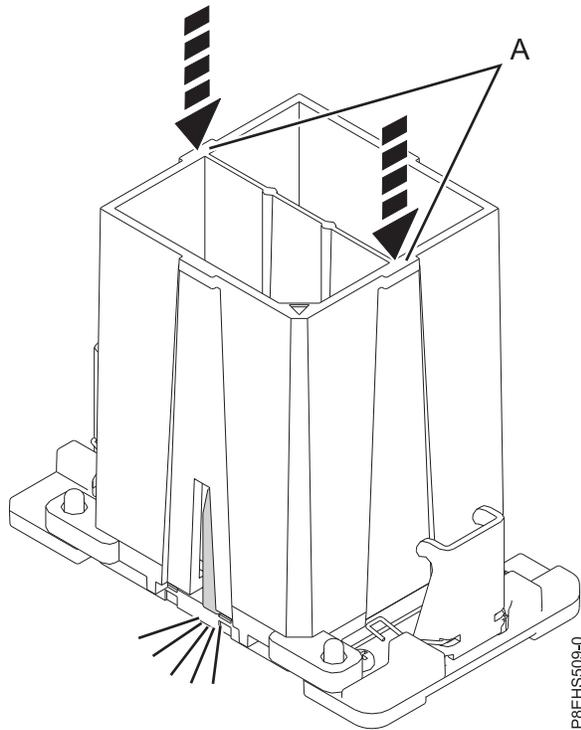

Figura 75. Bloqueo del módulo del procesador del sistema en la herramienta
- c. Con la herramienta de extracción (A) apoyada en la parte superior del módulo del procesador del sistema, empuje la herramienta para bloquear el módulo del procesador del sistema en la herramienta, tal como se indica Figura 75 en la página 69. Asegúrese de que los dos agarres de la herramienta están bloqueados en el módulo del procesador del sistema. No presione la pestaña de sujeción azul hasta que así se le indique más adelante.